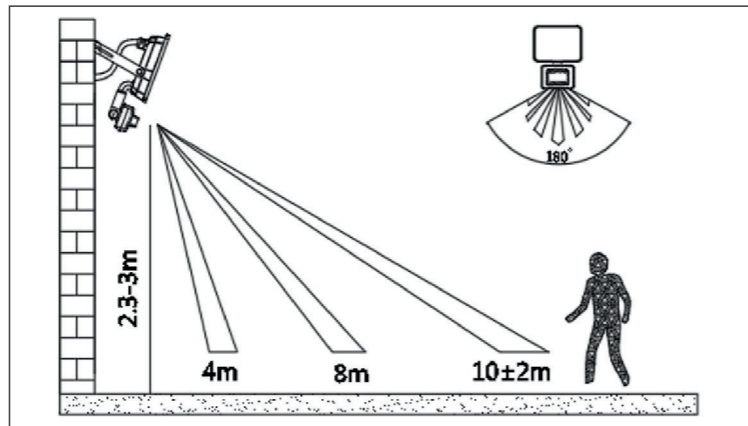

Fig. 4: Range
5. Připevňte venkovní reflektor LED. Viz fig. 4.